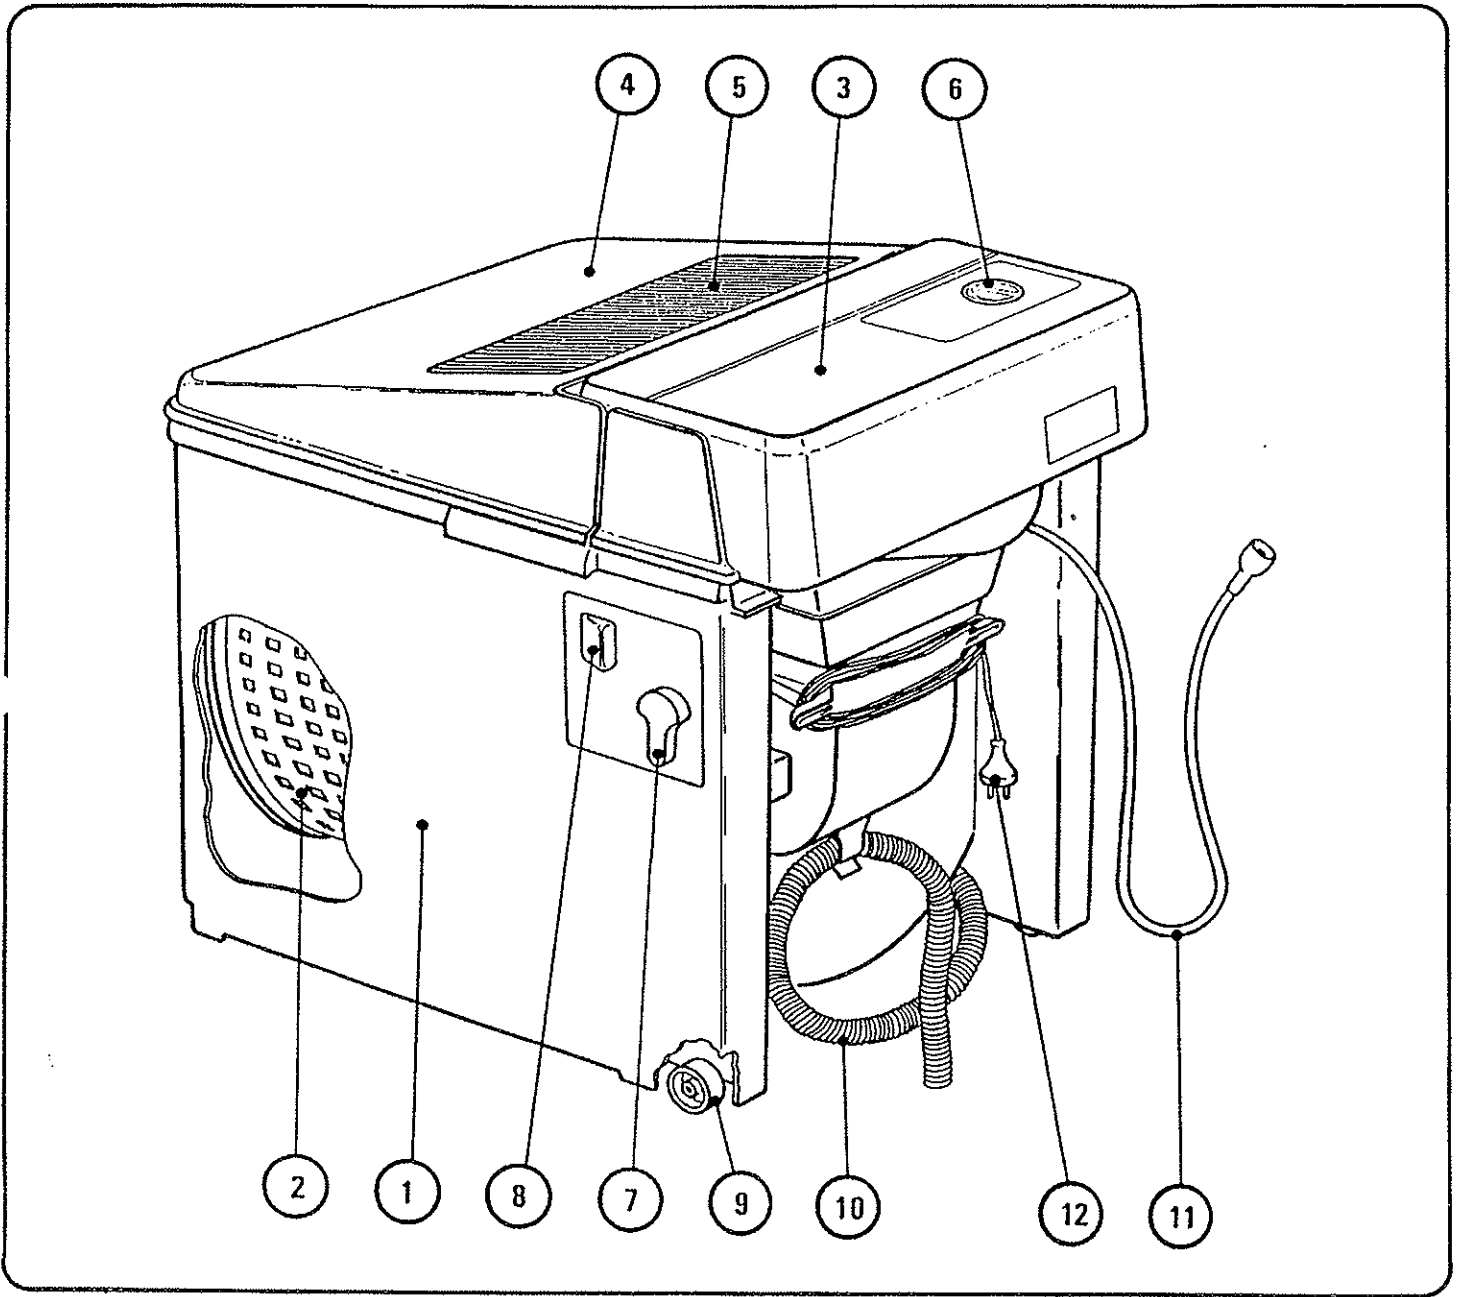
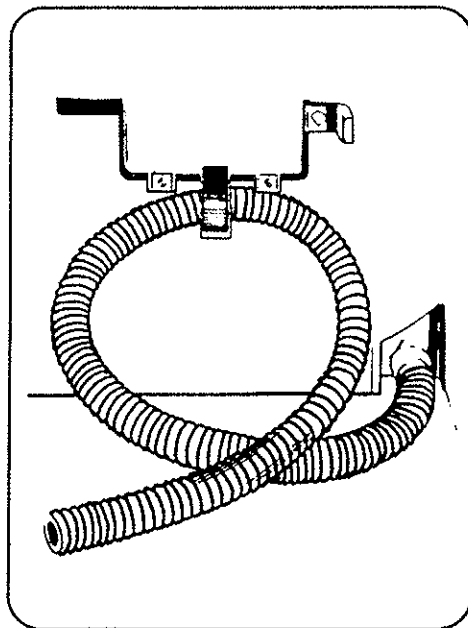

fig. 1
fig. 3
- Controleer of de beide slangen aangebracht zijn (fig. 1 en fig. 3).
- bevestig de slang met de grote doormeter (afvoerslang) volgens fig. 3.